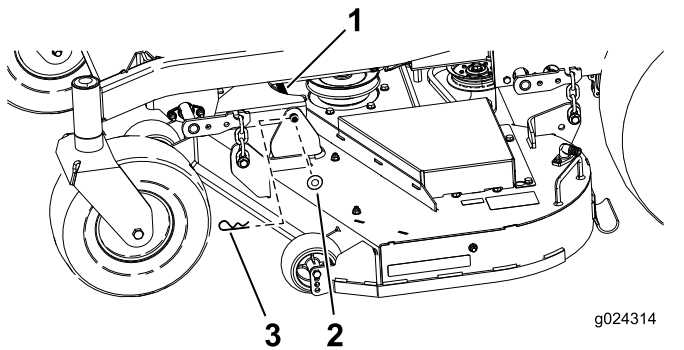

Bild 75
1. Nehmen Sie den Splint und die Scheibe ab, mit denen der lange Steckstift am Rahmen und Mähwerk befestigt ist, und nehmen Sie die Lenkerstange ab (Bild 75).
9. Befestigen Sie den Steckstift mit den vorher entfernten Splinten und Scheiben (Bild 75).